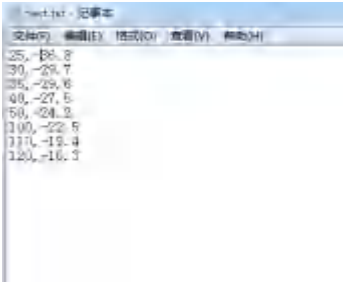

图3-140 文本制作
- a. 新建文本（.txt），填入频率和增益值，二者之间以小写逗号隔开，如图 3-140 所示，其中第一项表示信号频率（MHz），第二项代表增益值（dBi）；